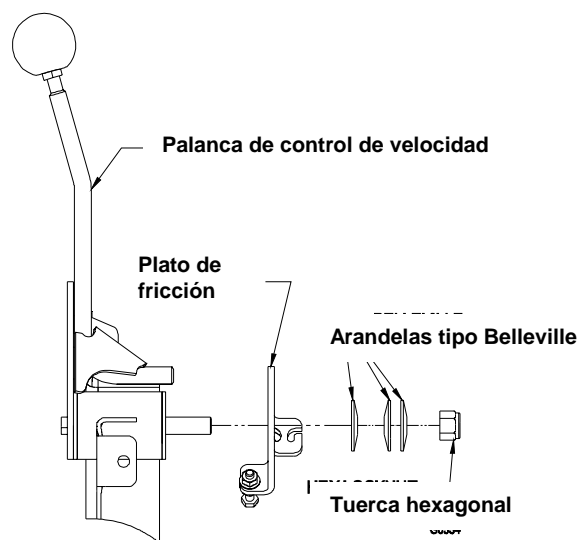

FIGURA 14
- b) Se puede ajustar la tensión en la palanca de control de velocidad, ajustando el perno del pivote de la palanca, el cual esta ubicado bajo el asiento cerca de la misma palanca. Vea Figura 14.